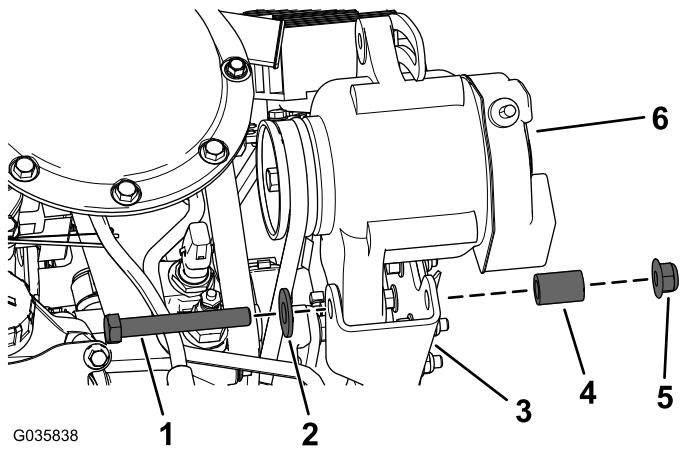

Bild 11
3. Befestigen Sie die Lichtmaschine an der Lichtmaschinenhalterung mit der Sechskantschraube (3/8" x 2-3/4"), der Flachscheibe (7/16"), dem Distanzstück und der Bundmutter (3/8") wie unter Bild 11 gezeigt.